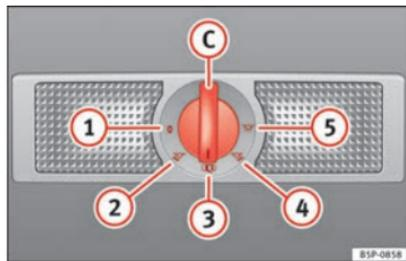

Fig. 76 Ciel de pavillon : plafonnier et lampe de lecture de la partie arrière de l'habitacle.
La commande ⇒ fig. 76 C vous permet de sélectionner les positions suivantes :
Lorsque la commande est en position ⇒ fig. 76 ①, le plafonnier et les lampes de lecture sont éteints.